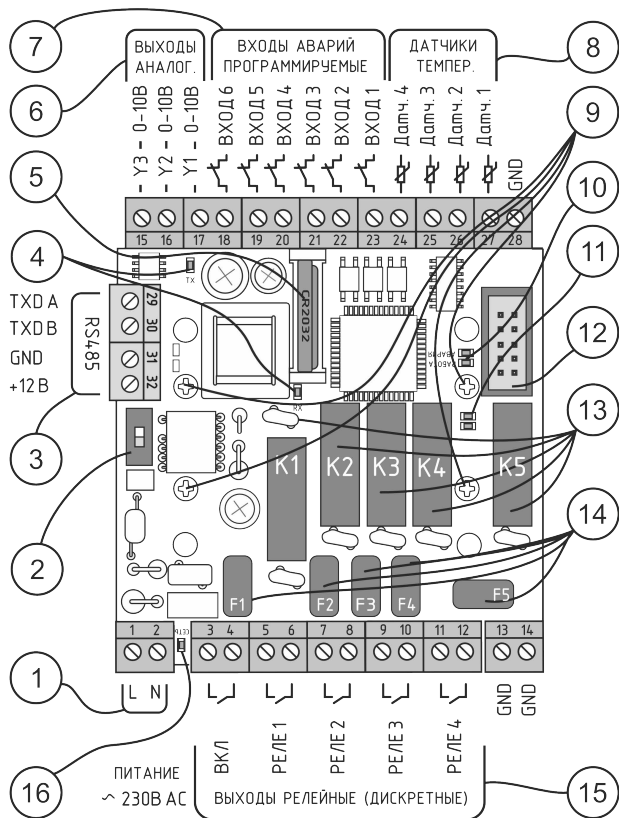

Рис. 1.1. Основные элементы и элементы индикации контроллера
- 1.3 Монтаж платы контроллера на DIN-рельс осуществляется совмещением фиксаторов с местом установки и легким нажатием до характерного щелчка. Для демонтажа контроллера необходимо поочередно поддеть тонкой шлицевой отверткой (не более 3мм) пластиковые фиксаторы, через специальные отверстия на плате, по одной стороне, ближе к клеммнику и легким движением приподнять плату с этой стороны. На Рис. 1.1 элементы 9 или 14.